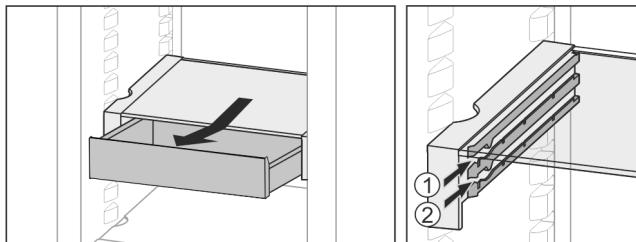

Fig. 25
- ▶ Вкарайте го на височина по избор Fig. 25 (1) или Fig. 25 (2).